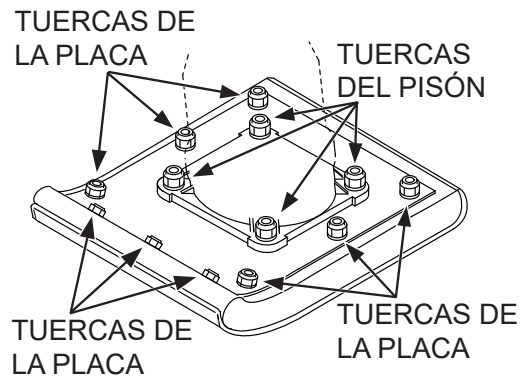

Figura 7. Apriete de las tuercas
1. Compruebe el apriete de todos los pernos y tuercas. Vuelva a apretar las tuercas (Figura 7) según sea necesario con los siguientes pares de apriete: